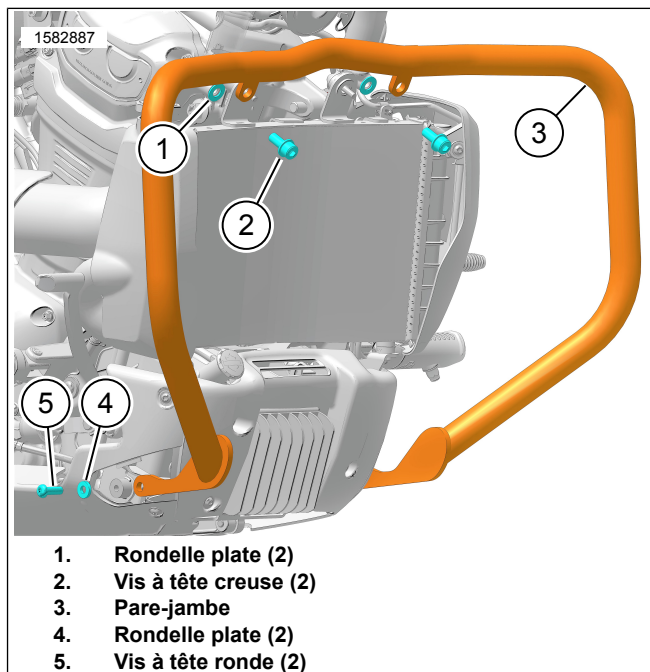

Figure 3. Pare-jambe (typique)
1. Voir la Figure 3. Installer le protecteur de moteur.
- a. Positionner les rondelles (1) et le protecteur de moteur (3) sur le châssis du véhicule.
- b. Installer lâchement les vis à tête creuse (2).
- c. Installer lâchement les rondelles (4) et les vis bouton (5).
2. Serrez les vis (2).